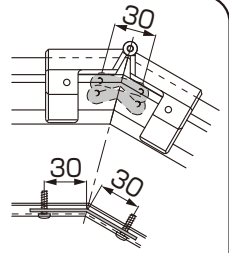

図6-9
- 前後枠連結金具 (自在) A、Bの取付け位置は図6-9を参照してください。